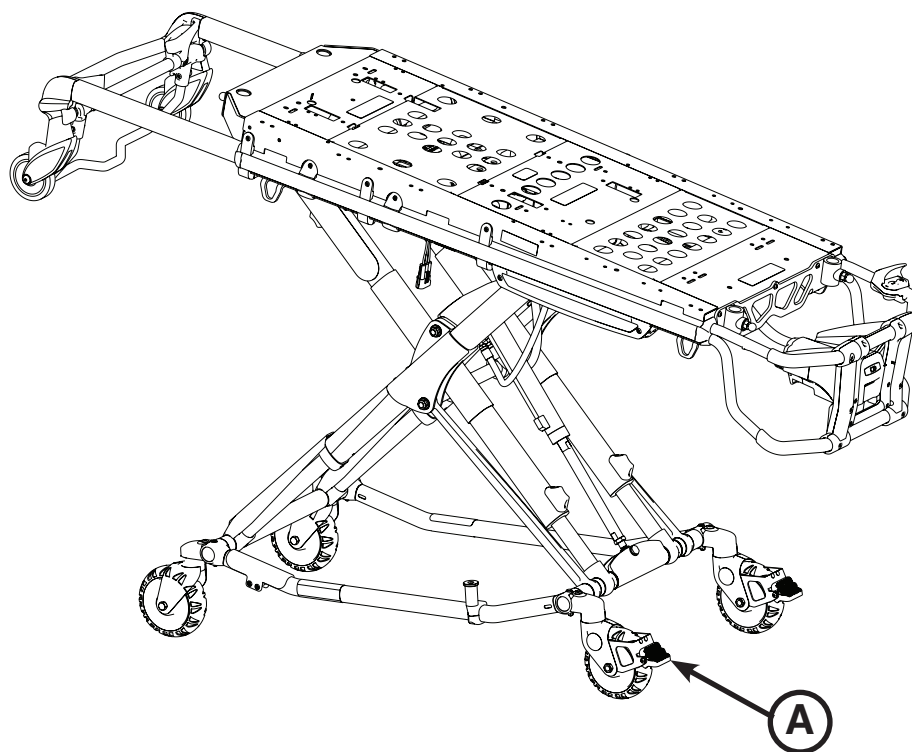

Figura 31: Freno de la rueda
**Para activar los frenos opcionales de las ruedas,** presione a fondo el pedal (A) tal como se muestra en la figura 31 hasta que se detenga y se apoye firmemente en la superficie de la rueda.